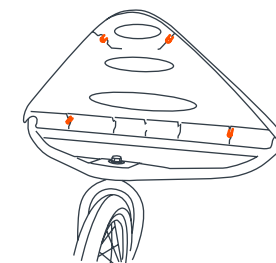

Fig. 5a
**5)** Examiner le bas du pare-chocs. Vous remarquerez cinq tubes de plastique de 1/4 de pouce de diamètre qui saillent de la base (Fig. 5a).